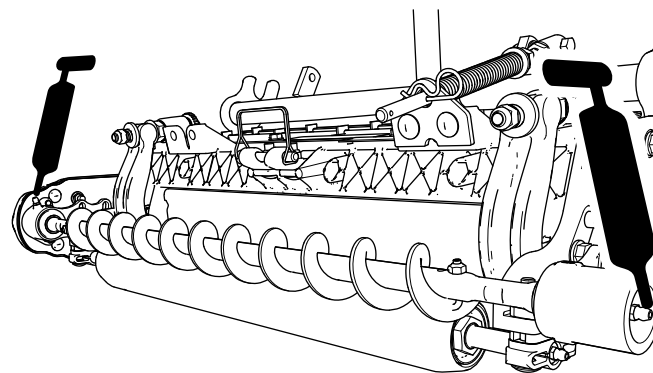

图17
4. 用 2 号通用型锂基润滑脂润滑每个滚筒刷轴承座上的黄油嘴 图17。